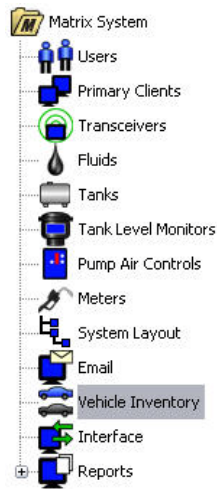

FIG. 149
1. Seleccione **Inventario de vehículos** de la lista del Panel del sistema Matrix (FIG. 149).